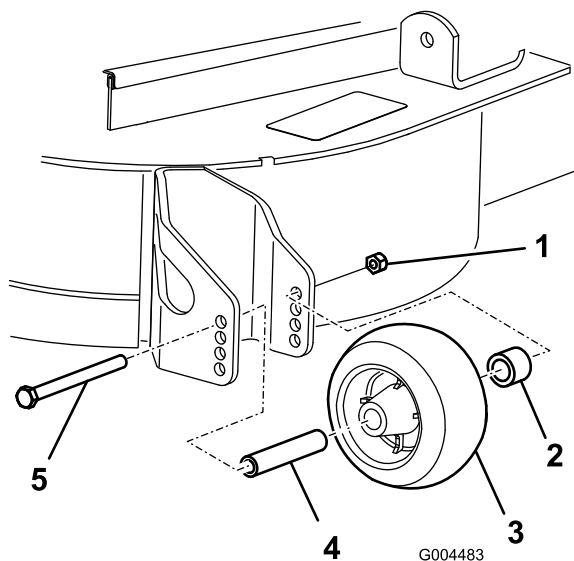

Figure 22
- Après avoir réglé la hauteur de coupe, réglez les galets en retirant l'écrou à embase, la bague, l'entretoise et le boulon (Figure 22).
Remarque: Serrez à un couple de 54 à 61 Nm (Figure 22).